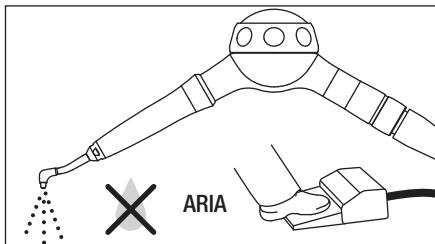

Fig. 6
- 2) Erogare un getto d'aria a vuoto in modo da rimuovere dagli ugelli qualsiasi traccia di polvere e di acqua (Fig. 6).